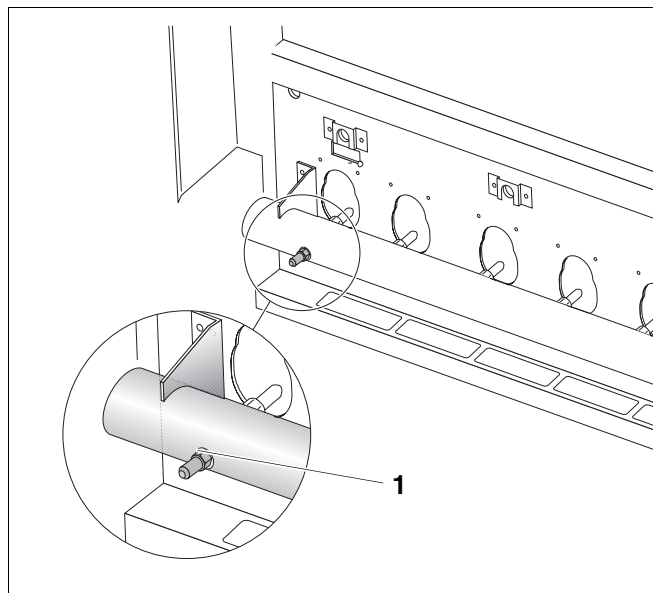

Рис. 32 Накрутить запорный болт на измерительный ниппель
- Снять измерительный шланг и вновь закрутить измерительный ниппель (рис. 32, поз. 1).